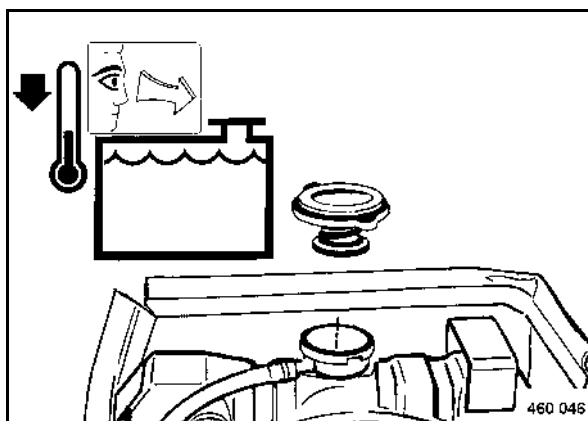

fig. 133
- Remplir le liquide jusqu'au bord inférieur du goulot de remplissage (fig. 133).